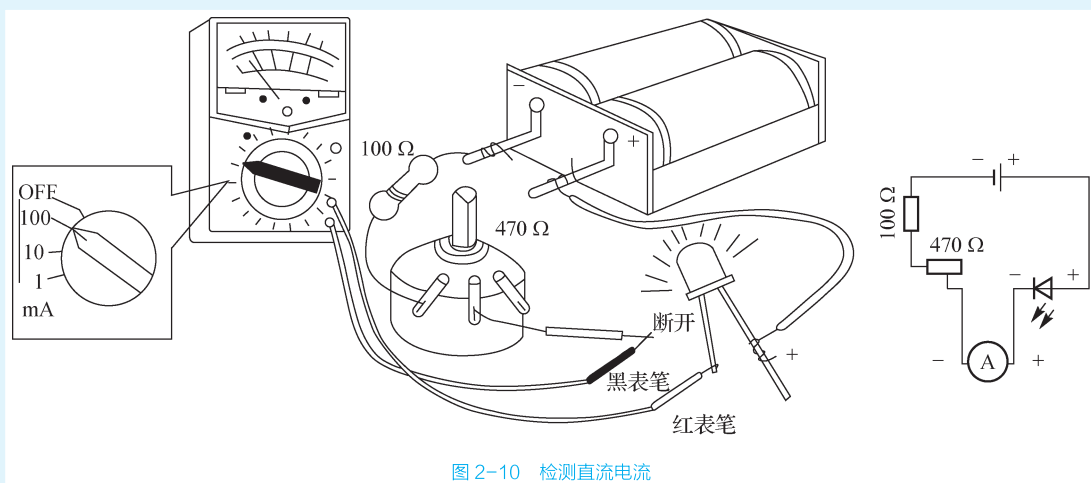

图 2-10 检测直流电流
万用表应与被测电路串联。应将电路相应部分断开后，将万用表表笔接在断点的两端。红表笔应接在和电源正极相连的断点，黑表笔接在和电源负极相连的断点，如图 2-10 所示。
(1) 按图 2-10 连接电路，使发光二极管正常发光。
(2) 按前面所述的使用前的要求准备好万用表并将转换开关置于 100 mA 挡。
(3) 如图 2-10 所示, 断开电位器中间接点和发光二极管负极间引线, 形成“断点”。这时, 发光二极管熄灭。
(4) 将万用表串接在断点处。红表笔接发光二极管负极, 黑表笔接电位器中间接点引线。这时, 发光二极管重新发光。万用表指针所指刻度值即为通过发光二极管的电流值。
(5) 正确读出并记录通过发光二极管的电流值。
(6) 旋转电位器转柄, 观察万用表指针的变化情况和发光二极管的亮度变化, 并记录发光二极管的最大电流与最小电流。
(7) 测量完毕, 断开电源, 按要求收好万用表。